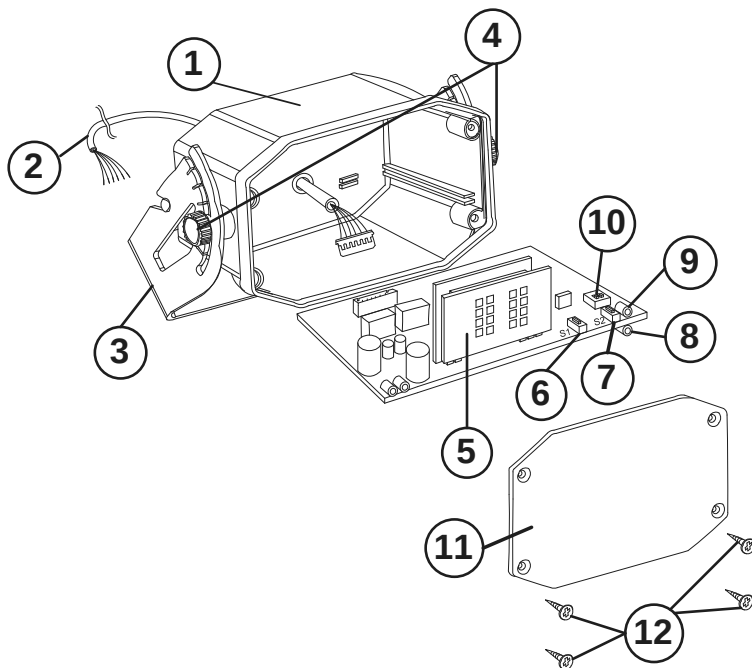
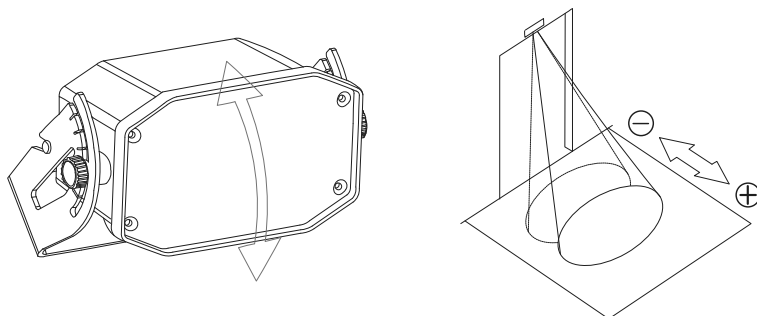
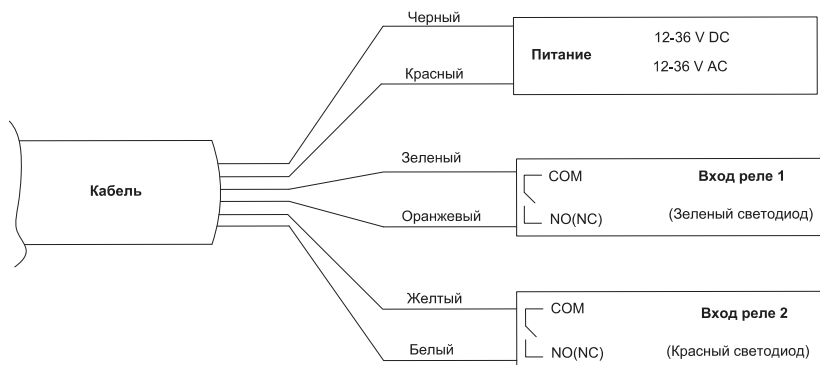

Рис. 7
Рис. 8
Рис. 9
Для регулировки угла отпустите винты регулировки 4 (рис. 7) и отрегулируйте зону действия радара наклоном корпуса (рис. 8). После регулировки затяните винты.
Радар поставляется с кабелем 2 (рис.7), подключенным к плате управления. Подключите питание и управляющие провода к приводу, с которым планируется совместная работа (рис.9).
В случаях, когда пульт дистанционного управления недоступен, можно настроить только три функции с помощью кнопок на плате управления радара (см. таблицу настроек). При этом доступно управление только входом реле 1 (рис. 9). Все остальные функции необходимо настраивать с помощью пульта дистанционного управления RD-T.
1. Отвинтите четыре винта 12 (рис. 7) передней крышки и снимите её.